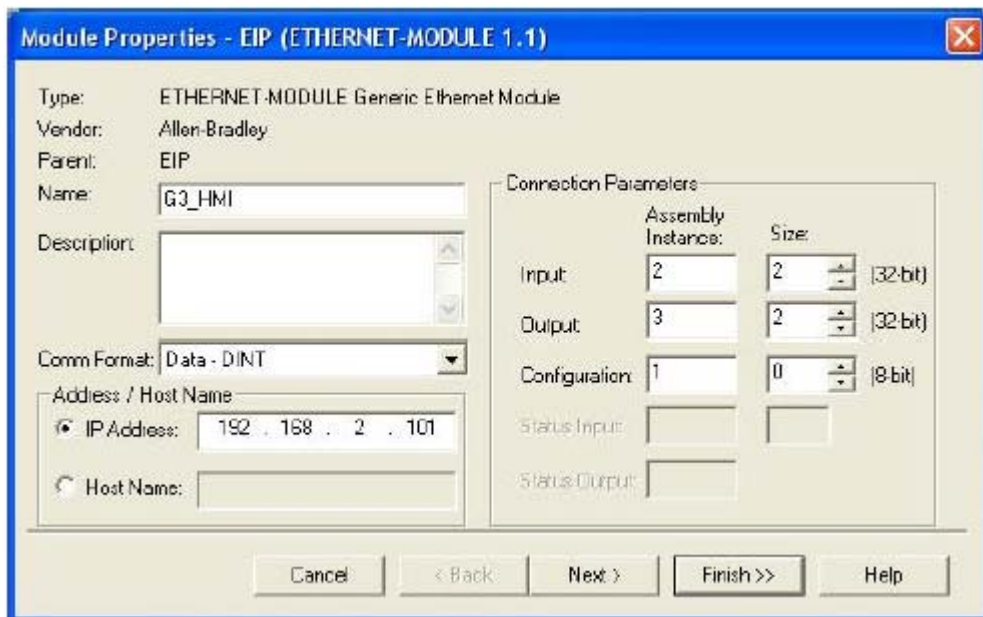

ABB. 73: Eigenschaften des Ethernet-Moduls
- d. Klicken Sie auf „OK“. Daraufhin wird das Fenster „Module Properties“ (Moduleigenschaften) geöffnet. Siehe ABB. 73.
- e. Im Feld „Name“ einen beschreibenden Namen für das Modul eingeben. Siehe ABB. 73.
1. **Ethernet-Einstellungen.** Die IP-Adresse auf „192.168.2.101“ einstellen. Dies muss der Eingabe im Feld „Address/Host Name“ (Adresse/Host-Name) in ABB. 73 entsprechen.